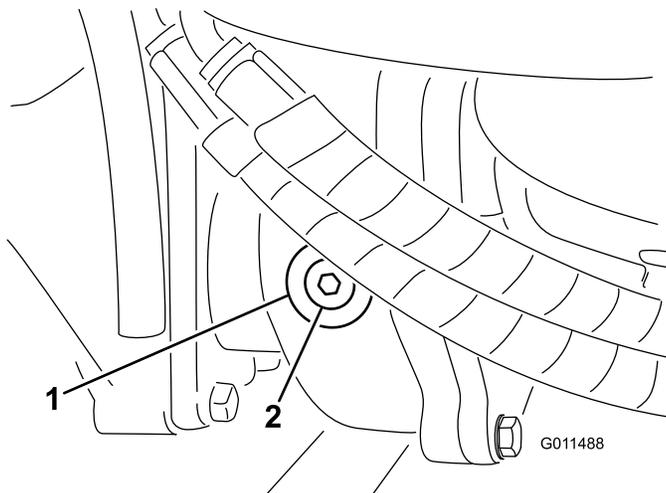

Рисунок 19
2. Снимите пробку контрольного (заливного) отверстия с левой стороны редуктора и убедитесь, что масло доходит до нижнего края отверстия (**Рисунок 19**).